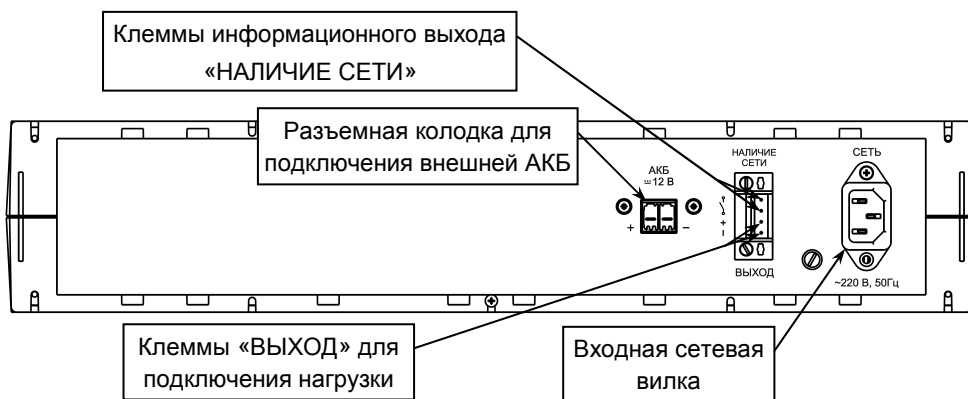

Рисунок 2 — Общий вид задней панели источника
На задней панели корпуса изделия расположены (см. рисунок 2): входная сетевая вилка, разъёмная клеммная колодка для подключения внешней АКБ и разъёмная клеммная колодка для подключения нагрузки и для выдачи информационного сообщения «НАЛИЧИЕ СЕТИ».
**Подключение внешних цепей к изделию** в соответствии с назначением клемм подключения (см. рисунок 2) выполняется в следующей последовательности: